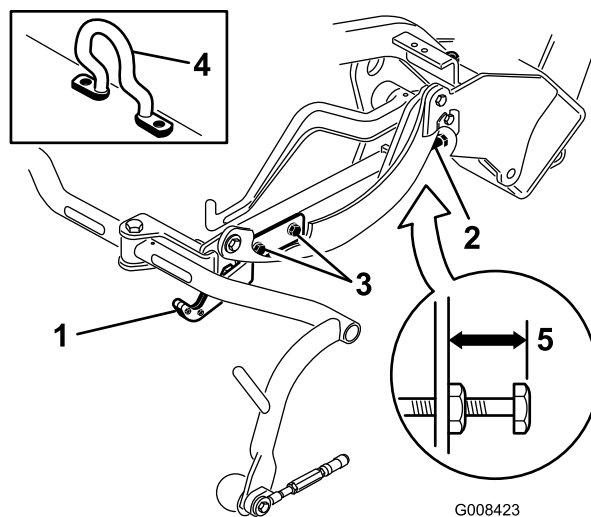
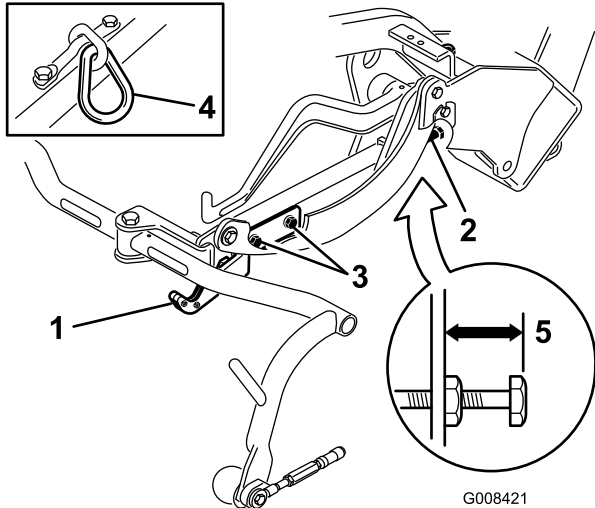
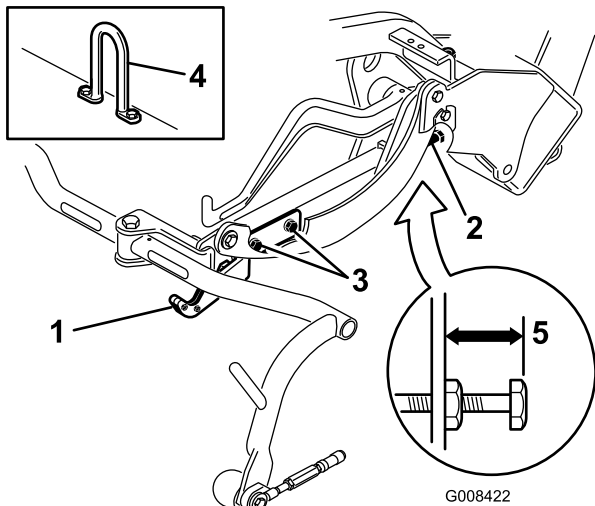

Figura 12
Figura 13
Figura 14
Compruebe la altura de transporte (Figura 13 y Figura 14) y ajústela, si es necesario.
- En unidades de corte equipadas con un gancho de elevación acodado (Figura 12, detalle) compruebe que la distancia entre la parte superior del tornillo de ajuste del bastidor de tiro y el borde trasero del bastidor de tiro es de 25 mm. Si la distancia no es de 25 mm, continúe con el paso 4.
- En unidades de corte equipadas con un gancho de elevación con eslabón de cadena o recto (Figura 13 y Figura 14, detalle) compruebe que la distancia entre la parte superior del tornillo de ajuste del bastidor de tiro y el borde trasero del bastidor de tiro es de 22 mm. Si la distancia no es de 22 mm, continúe con el paso 4. Si la unidad de corte está equipada con un gancho de elevación acodado, (Figura 12), continúe con el paso siguiente.
- Afloje los tornillos de montaje de la pletina de transporte (Figura 13, Figura 14 y Figura 12).
- Si los bastidores de tiro no están a la misma altura, afloje la contratuerca del tornillo de ajuste del bastidor de tiro (Fig.Figura 12, Figura 13 y Figura 14). Gire el tornillo hacia fuera para elevar y hacia dentro para bajar. Apriete la contratuerca después de obtener la altura correcta.